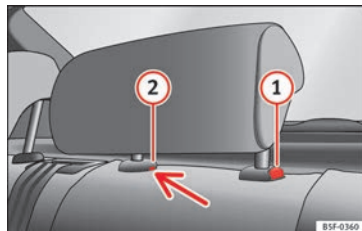

Fig. 146 Poggiatesta per il sedile posteriore centrale: punto di sblocco.
- Per regolare il poggiatesta ad un'altezza inferiore, premere il tasto ① » fig. 146 e farlo scorrere verso il basso.
- Premere il tasto ① » fig. 146, premendo al tempo stesso attraverso il foro della sicura ② » fig. 146 con un cacciavite piatto di massimo 5 mm di larghezza e ritirare il poggiatesta.